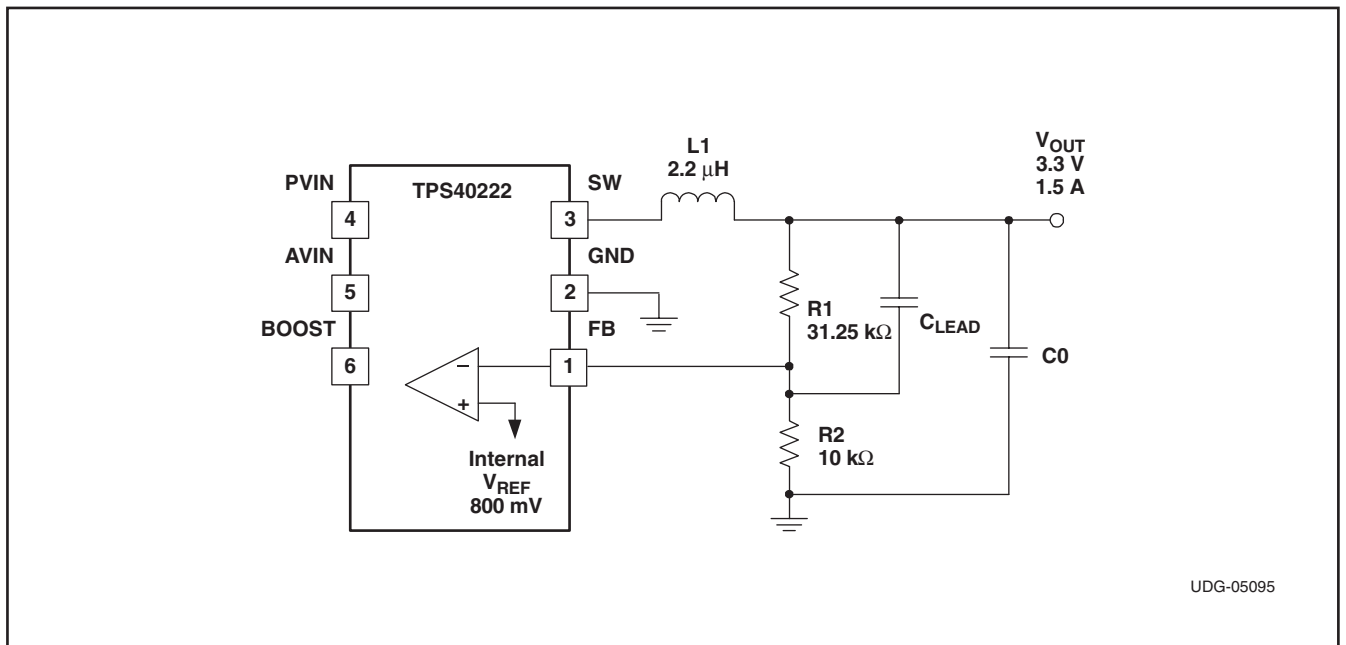

図 10. 出力段
ます。表の値は詳細に検討されており、ユーザは値と値の間を補間して特定の動作条件を見つけることができます。表内の値は、位相補償にはワーストケースでもある全負荷を想定しています。表の使用例として、2.2μHのインダクタを使用した出力2.5Vのコンバータを考えてみましょう。表によると、-40℃というワーストケース温度で50度を超える位相マージンを保証するには少なくとも15μFの出力容量が必要です。図10に示すようにフィードバック部にリード・コンデンサ (CLEAD) を付加すると、この最小容量が26μFに増加し、閉ループ周波数が20%増加します。
(1) 図10を参照してください。
ほとんどのアプリケーションで、ユーザは、図10に示すように、まず出力電圧と負荷電流の要求を知った上でスタートします。
図10に示すように、トリミングされた基準電圧は内部で誤差増幅器に接続されています。この誤差増幅器の入力バイアス電流は無視できるので、フィードバック抵抗R1およびR2は、広い範囲から選択できます。この制約を考慮して、R2として10kΩを選択したので、その電流は80μAであり、誤差増幅器のバイアス電流に比べれば十分に大きな電流です。したがって、出力電圧は式4によって求まります。